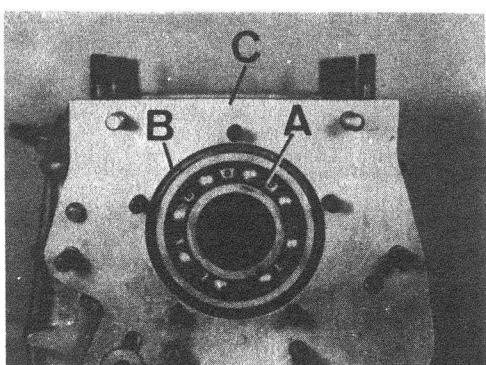

Fig. C1-111 Desmontaje rodamiento trasero
- 1.2. Desmontar el rodamiento trasero, A (Fig. C1-111) con su anillo elástico, B, de tope, botando dicho rodamiento hacia la parte posterior del cárter de la caja - velocidades.
- 2.2. Montar el rodamiento, A (Fig. C1-111) en el cárter, C, de forma que el anillo elástico, B, haga tope en el cárter.